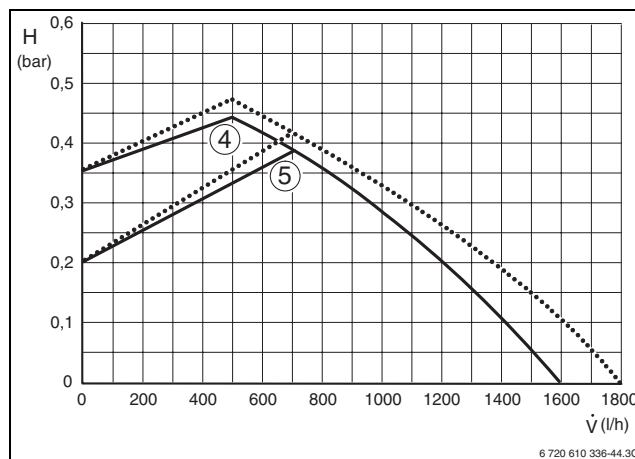

Fig. 46 Diagramma delle curve caratteristiche a prevalenza proporzionale
- 4 = Pressione proporzionale elevata; massima prevalenza proporzionale, residua all'impianto (→ fig. 46, rif. 4)
- 5 = Pressione proporzionale bassa; minima prevalenza proporzionale, residua all'impianto (→ fig. 46, rif. 5)